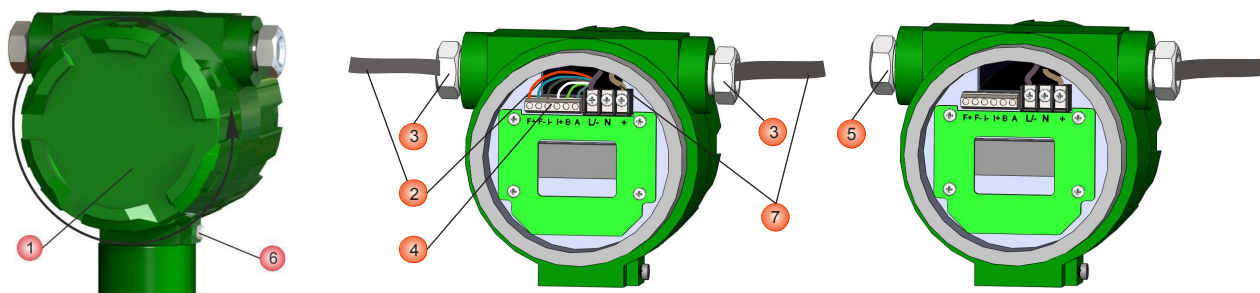

Рисунок 2.11 - Общие правила выполнения электрических подключений расходомера
2.4.1 Общие правила Выполнение электрических подключений производится в следующей последовательности (см. рисунок 2.11):
- открыть крышку (1) корпуса электронного преобразователя со стороны, противоположной индикатору;
- провести сигнальные кабели (2) и кабель питания (7) через кабельные вводы (3);
- ослабить винты клеммной колодки (4);
- при необходимости установить заглушку (5) вместо неиспользуемого кабельного ввода;
- подключить заземляющий проводник к клемме заземления (6);